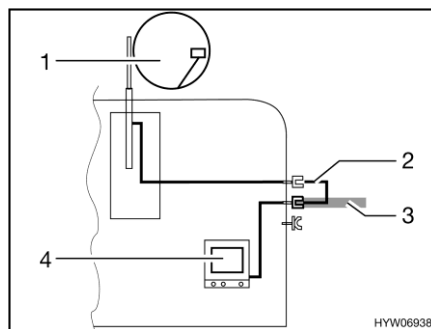

Bild 151 TV im Fahrzeug
- TV im Fahrzeug (Bild 151,4): Anschluss an Dachantenne (Bild 151,1) mit Verbindungskabel (Bild 151,2)
- TV im Fahrzeug (Bild 151,4): Anschluss an externe Antenne (Bild 151,3)